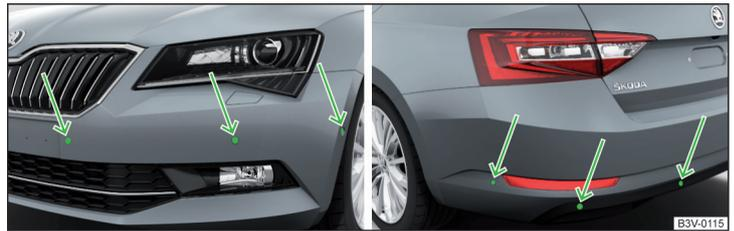

Abb. 264 **Verbauort der Sensoren auf der linken Fahrzeugseite: vorn / hinten**
- Die Systemsensoren » Abb. 264 auf Seite 228 sauber, schnee- sowie eisfrei halten und mit keinerlei Gegenständen abdecken, anderenfalls kann die Systemfunktion eingeschränkt sein.
Das System berechnet mithilfe von Ultraschallwellen den Abstand zwischen dem Stoßfänger und einem Hindernis. Die Ultraschallsensoren befinden sich je nach Fahrzeugausstattung im hinteren bzw. auch im vorderen Stoßfänger » Abb. 264.